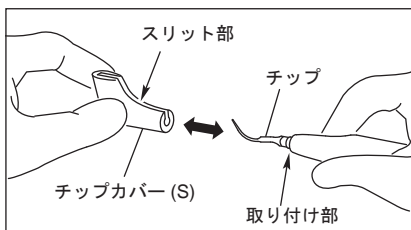

図 15
取り外すときは、チップカバー (S) とハンドピースをしっかり持ち、まっすぐ引き抜きます。(図 15)